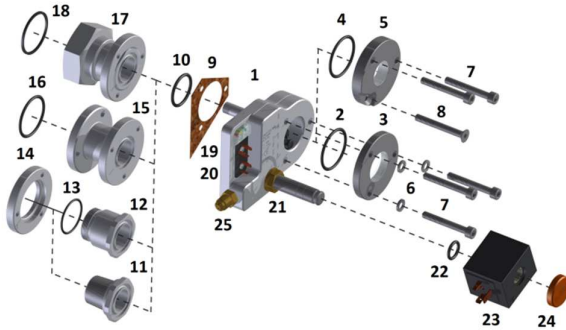

Рис.1
Nota: I numeri in parentesi corrispondono alla legenda di Fig.1.
**Внимание:** Для доп. информации смотрите таблицу ниже и рис.1,3,4
| 24         | ASC3-W: Фиксатор катушки с кольцевой прокладкой (оранжевый, 20.0x3.0 мм)ASC: синий фиксатор - не на Рис.1 |